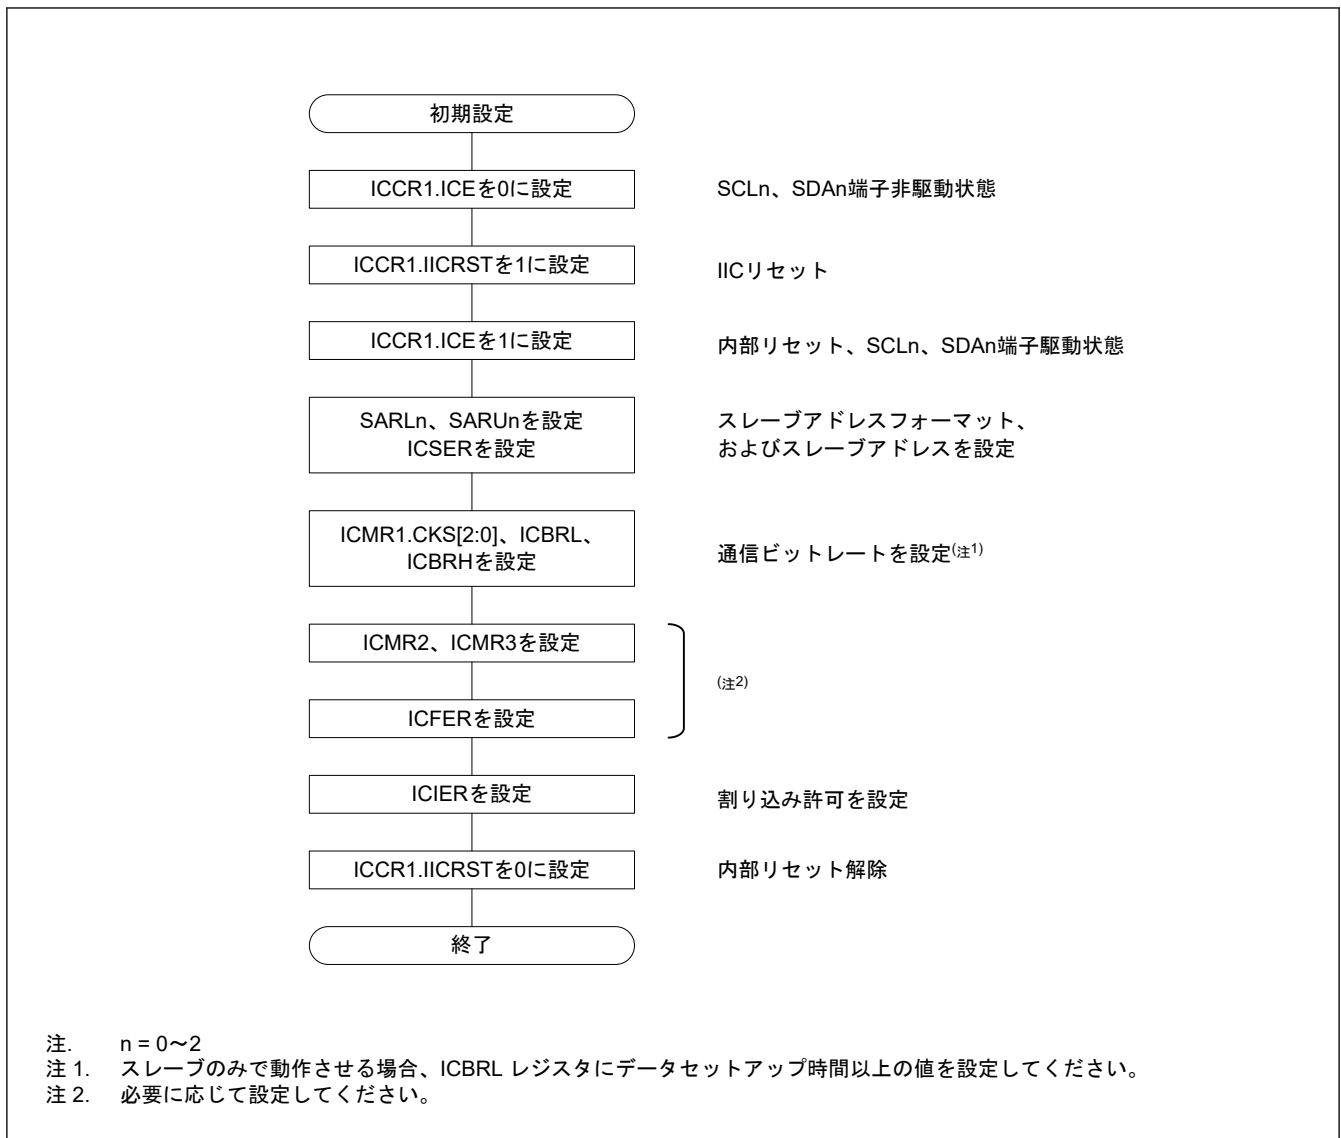

図 28.5 IIC の初期化フローチャート例
データの送受信を開始する前に、図 28.5 に示す手順に従って IIC を初期化してください。
4. SARLy、SARUy、ICSER、ICMR1、ICBRH、および ICBRL レジスタ (y = 0~2) を設定し、必要に応じてその他のレジスタを設定します。IIC の初期設定については、図 28.5 を参照してください。